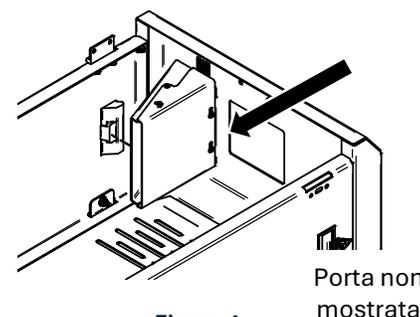

Figura 4
b. Una volta completato il montaggio, posizionare lo sfioratore sul cavalletto allineando i fori della serratura con i bulloni, come illustrato in **Figura 4**.